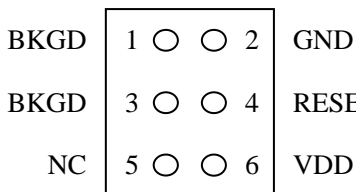
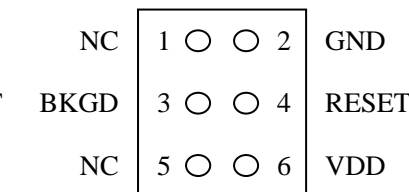
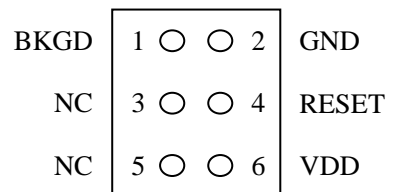

图3 J4 闭合，默认 BDM 定义
图4 J4 断开
图5 过去的 BDM 定义
默认状态为 J4 闭合 (有跳线，如图 3 所示)。
- 当 J4 闭合 (有跳线) 时，BDM 电缆的信号定义如图 3 所示；
- 当 J4 断开 (无跳线) 时，BDM 电缆的信号定义如图 4 所示。
注意: 图 5 是 Motorola (Freescale) 对 HC/S12 BDM 的定义，即引脚 1 为 BKGD 信号，在这种定义方式，一旦 BDM 插头被接反，则目标 CPU 的 BKGD 引脚会被短接到 VDD 上，由此将会造成芯片烧毁。因此，**BDM for S12 (TBDML) 建议用户在设计目标 S12 系统时，采用 J4 断开，即图 4 所示的 BDM 电缆信号定义方式。**为兼容过去的 BDM 定义，BDM for S12 (TBDML) 设计了图 3 所示的 BDM 兼容模式。